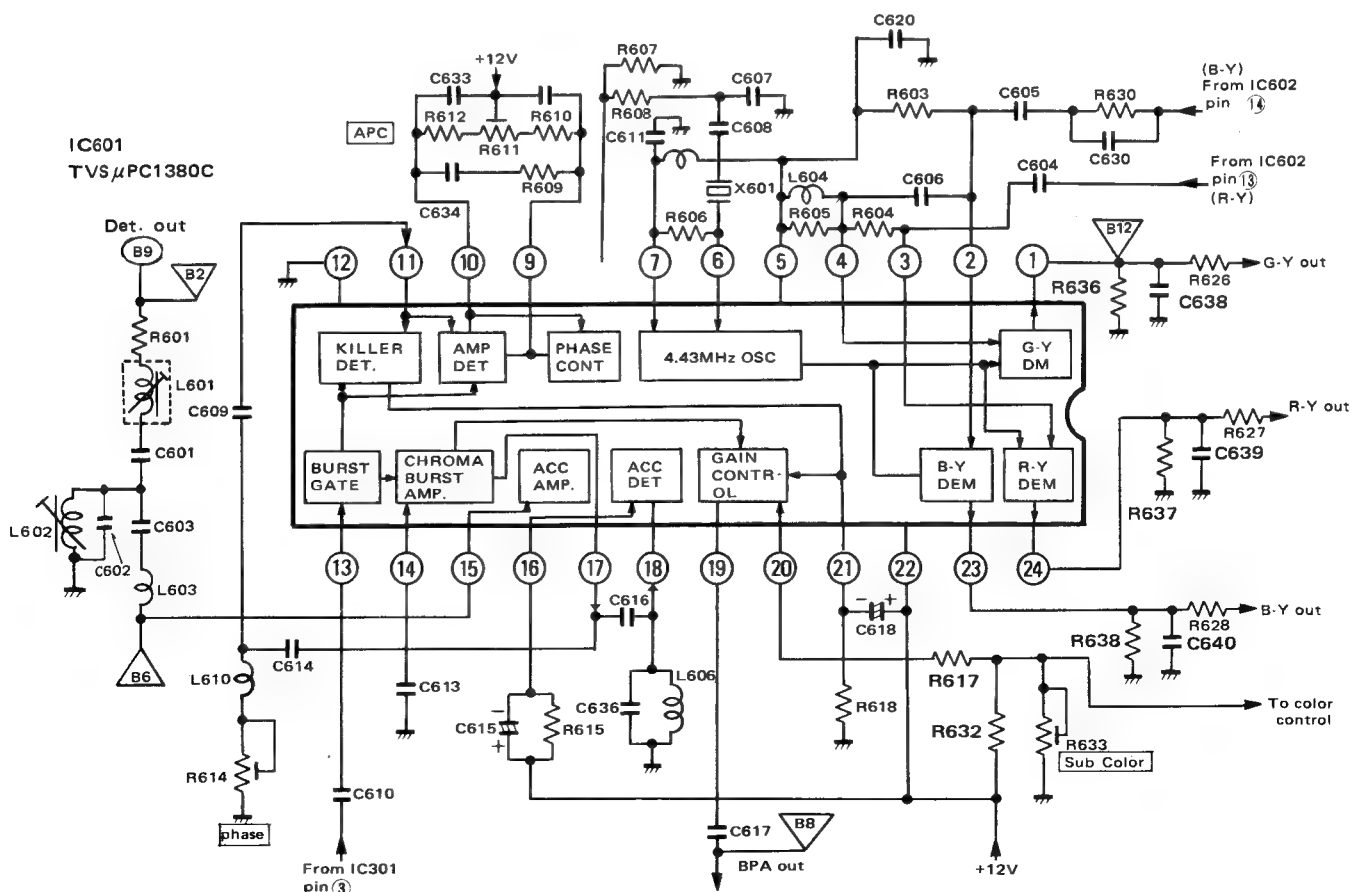

Fig. 54 Abb. 54
1. BPA circuit (See Fig. 54)
1. BPA-schaltung (Bandpass-Verstärker) (Vgl. Abb. 54)